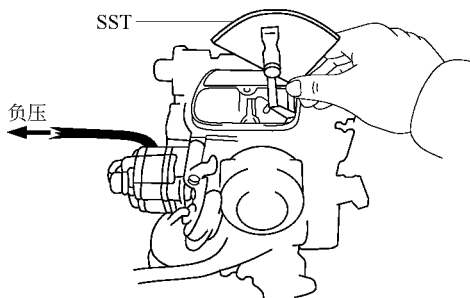

图 2-32 向 CB 的膜片 B 施加负压检查阻风门的角度的
1) 向 CB 的膜片 B 施加负压，检查阻风门的角度的，如图 2-32 所示。